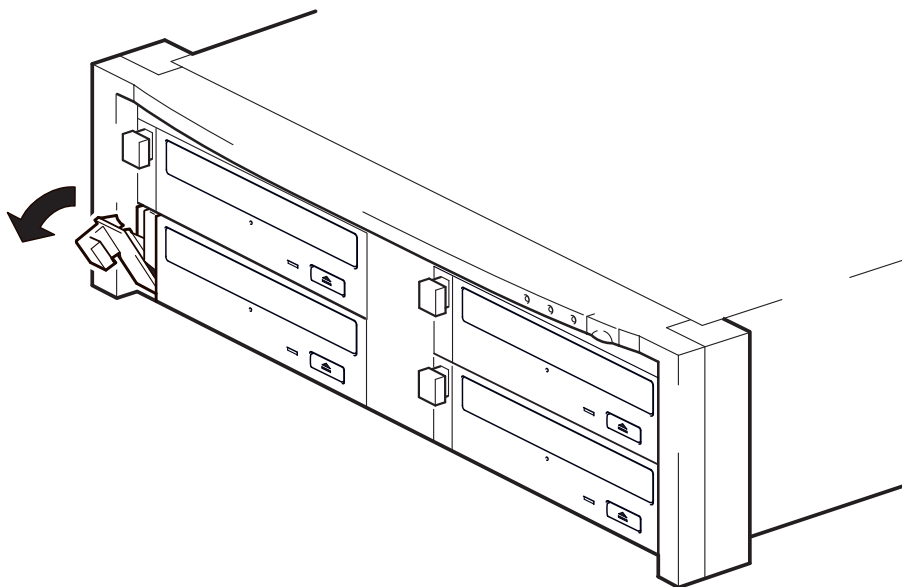

図 5a: 取外しレバーを手前に引く
- 1 交換するドライブの取外しレバーを引くと、ドライブはアウト・ポジションになります（図 5a を参照）。